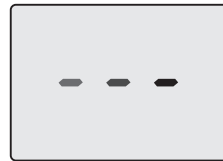
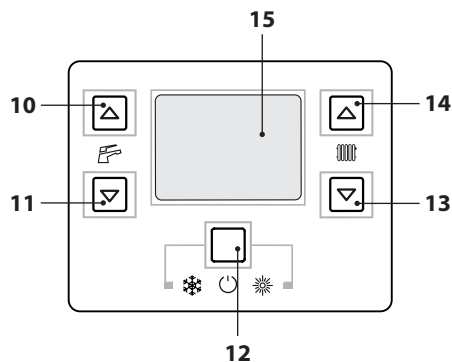

Figura 6.2
Figura 6.3
- Conecte la alimentación eléctrica de la caldera accionando el interruptor bipolar incluido en la instalación. El display LCD mostrará el símbolo  (los guiones se encienden en secuencia para simular un desplazamiento) (Figura 6.2).
- Mantenga pulsado durante 2 segundos el botón 12 hasta que aparezcan en el display los símbolos  y  Figura 6.3.
- Apague la caldera manteniendo pulsado durante 2 segundos el botón 12 (Figura 6.3) hasta que aparezca en el display LCD el símbolo  (los guiones se encienden en secuencia para simular un desplazamiento) (Figura 6.2).